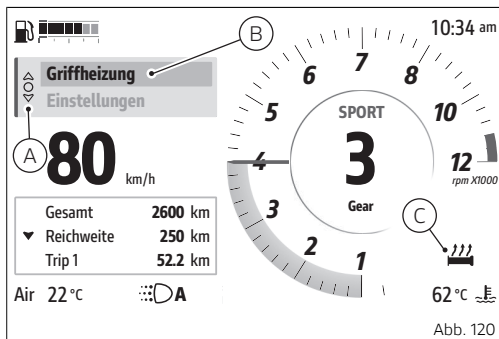

Abb. 120
Die Taste ENTER (3) drücken, um die gewählte Stufe zu bestätigen. Das Lenkergriffheizung-Icon wird im Kleinformat angezeigt (C, Abb. 120 S.148).
Das effektiv erfolgte Einschalten (Heizung) der beheizten Lenkergriffe wird anhand der Farbe des Icons (C, Abb. 120 S.148) angegeben:
Ist die Heizung der Lenkergriffe nicht aktiv geschaltet, ist das Icon (C, Abb. 120 S.148) grau.